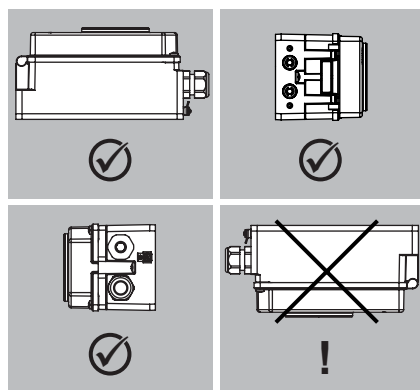

Рис. 5-2: Допустимые монтажные положения
- Необходимо учитывать положение при монтаже (см. Рис. 5-2).